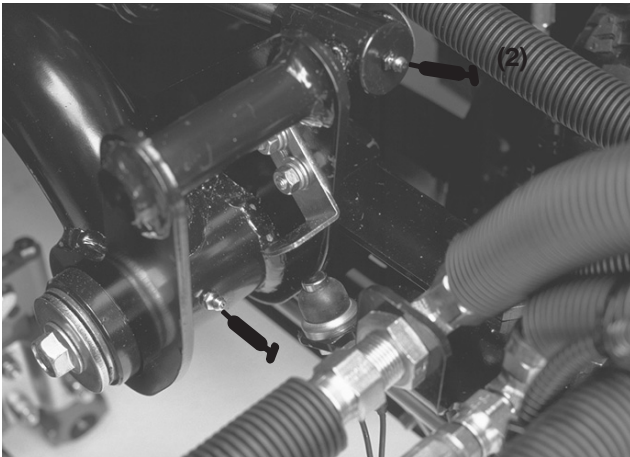

Bild 27
- Hintere Hubarm-Drehbüchsen und Hubzylinder (2) (Bild 27)